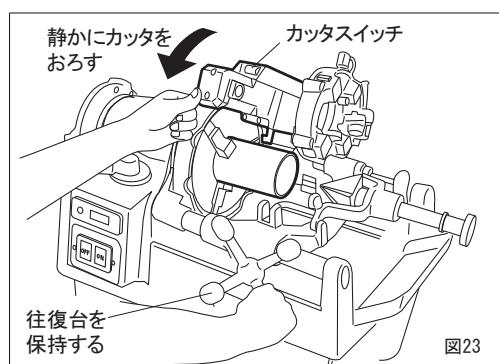

図23
- ③パイプが回転をはじめたらカッタのスイッチをONにして、カッタをしづかにパイプにのせてください。切れ目が入り安定するまで往復台は保持しておきます。(図23)